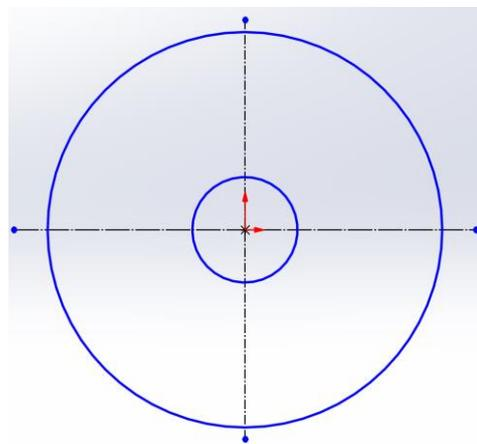

Рисунок 2.4 – Побудова кола
4. Будуємо зовнішнє коло. Це буде основа мембрани. Будуємо внутрішнє коло. Це буде центральний виріз (рис. 2.4).